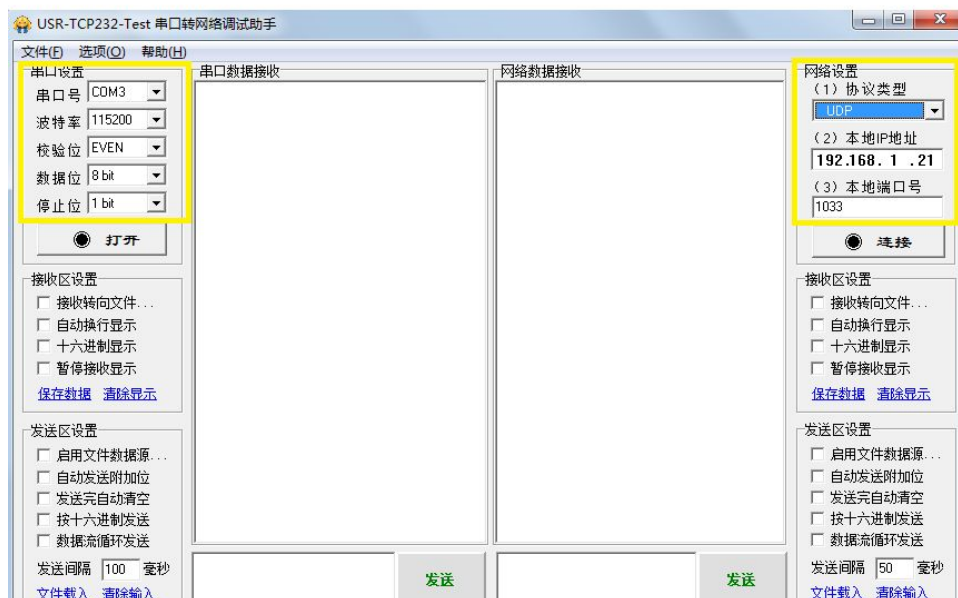

图 3 调试软件设置
(2) 打开软件“USR-TCP232-Test.exe”，设置如图 3 所示（注意要根据实际选择合适的串口号）。
(1) 点击图 3 中的“打开”和“连接”（打开串口和网络）。并将“目标主机”设置成如图 4 所示。